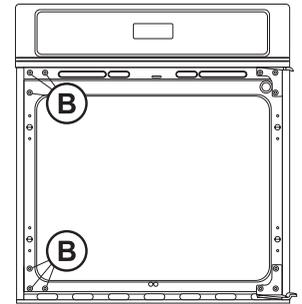

Figure 11
- 3.2.5. Replacez les six (6) vis et rondelles, enlevées à l'étape 1, du côté opposé de l'encadrement soit à gauche (Voir B, Figure 11).